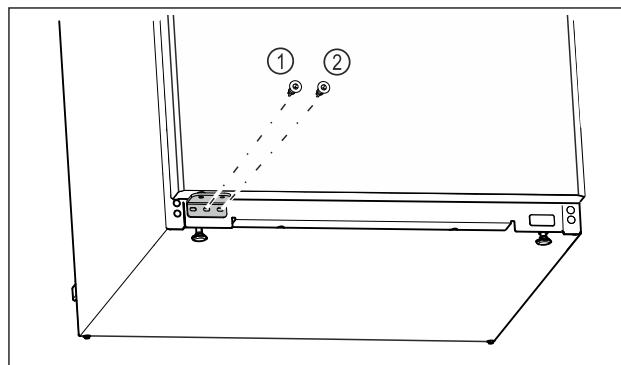

Fig. 18
- ▶ Skru fast den midtre skruen til lagerbukken Fig. 18 (1) med skrutrekkeren Torx 20.
- ▶ Skru fast den innvendige skruen til lagerbukken Fig. 18 (2) med skrutrekkeren Torx 20.